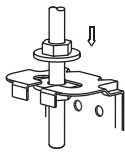

Fig.5-7
- Fije bien firme el aire acondicionado apretando las tuercas con llaves después de ajustar la posición del equipo (consulte la Fig. 5-7).